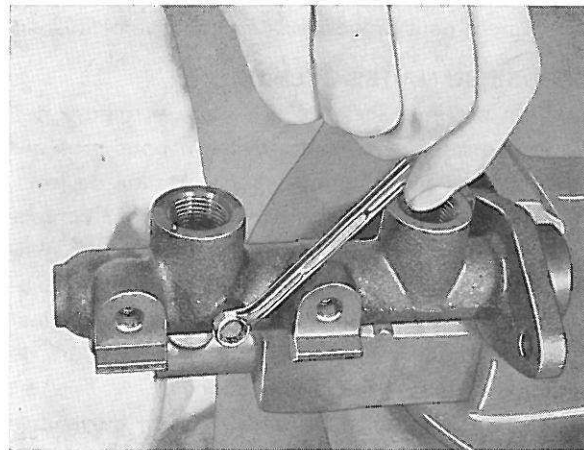

Figure 50. Enlèvement de la vis d'arrêt
3. Démontez le contacteur de stop s'il est placé sur le maître-cylindre. Dévisser la vis d'arrêt (figure 50). Enlever le jonc d'arrêt du piston primaire en se servant d'une pince à circlips. Déposer les pistons. En cas de difficulté de démontage du piston secondaire, se servir de l'air comprimé envoyé par l'alésage pour le contacteur de stop.